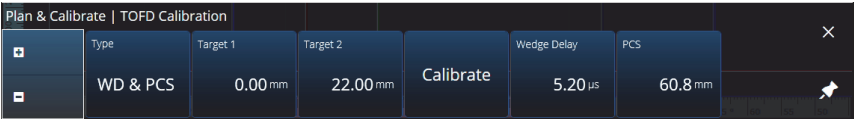

Figure 4-8 TOFD Calibration – WD & PCS
Dans l'onglet **TOFD Calibration** (Étalonnage TOFD), vous pouvez étalonner le groupe TOFD pour que les lectures du curseur soient converties en profondeur plutôt qu'en temps. Cela se fait généralement pendant l'analyse, mais peut aussi être fait avant. L'étalonnage TOFD offre un processus simplifié et s'effectue en dehors d'un assistant d'étalonnage. Pour accéder aux options **TOFD Calibration** (Étalonnage TOFD), allez à **Plan & Calibrate > TOFD Calibration** (Planifier/étalonner > Étalonnage TOFD) [Figure 4-8 à la page 199 et Tableau 78 à la page 199].
1. Choisissez le type d'étalonnage (Figure 4-8 à la page 199 et Tableau 78 à la page 199).